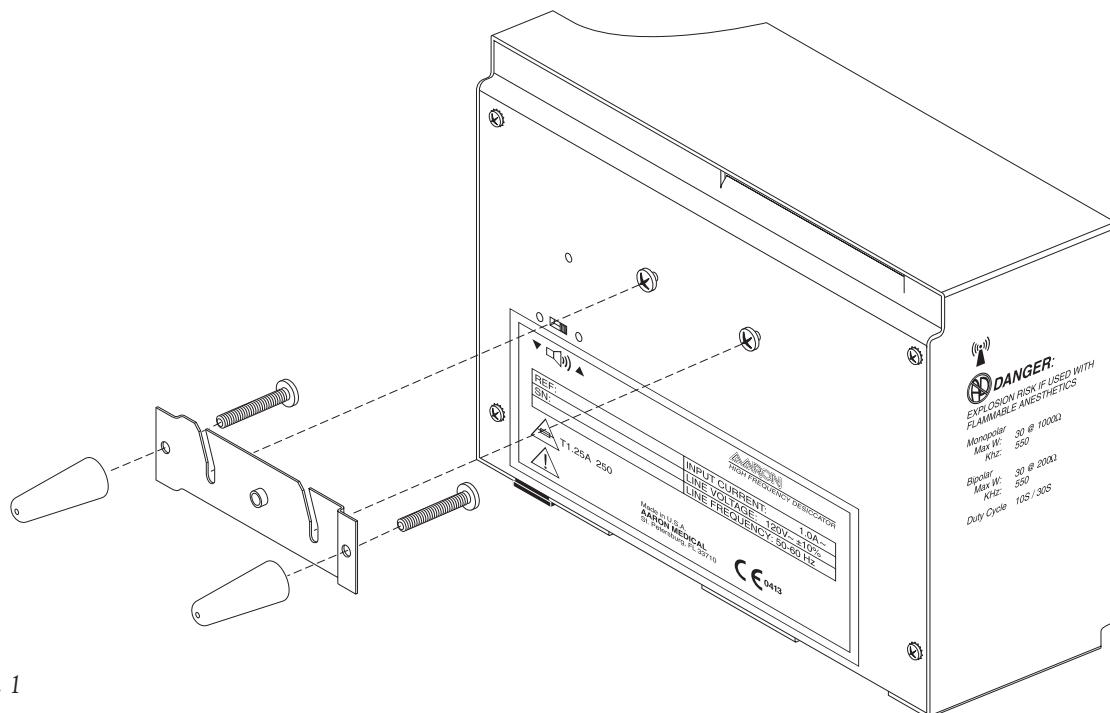

Figura 1
1. Montar o Dessecador de Alta-Frequência Aaron na parede ou no suporte móvel opcional, utilizando o kit de montagem padrão (ver Figura 1). Não colocar a unidade a funcionar na posição horizontal, uma vez que poderão ser derramados líquidos para a unidade.